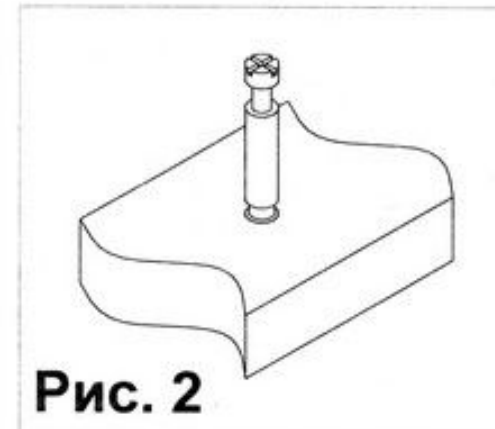

Рис. 2
2. Для удобства сборки перевернуть столешницу СТД-115 (см. рис.2). Закрутить дюбеля стяжек-растекс (2), и надеть на них боковины. Фиксацию стяжек-растекс произвести путем поворота их по часовой стрелки.